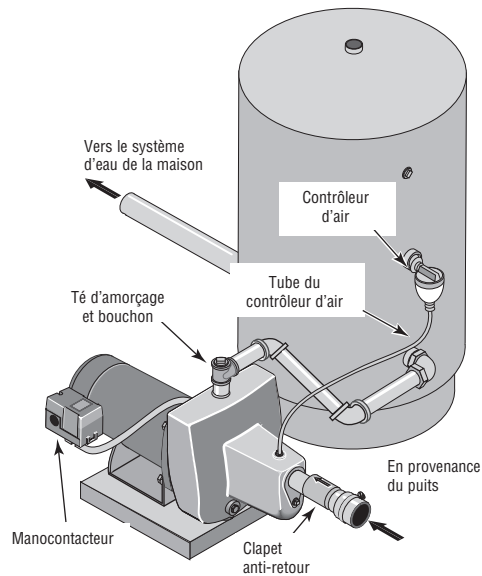

Figure 5 : Branchements sur un réservoir standard
## BRANCHEMENT SUR UN RÉSERVOIR STANDARD (Figure 5)
(Figure 5)
1. Poser un té dans l'orifice de refoulement de la pompe (voir la Figure 5).
3. Déposer le bouchon fileté de 1/8 de pouce NPT de l'orifice du contrôleur d'air de la pompe (voir la Figure 5). Poser un tube entre l'orifice du contrôleur d'air (voir la Figure 5) de la pompe et l'orifice du contrôleur d'air monté sur le réservoir. Pour plus de détails, se reporter aux instructions fournies avec le réservoir et le contrôleur d'air. L'emplacement de l'orifice du contrôleur d'air variera en fonction du modèle de pompe (se reporter aux vues éclatées, page 24).